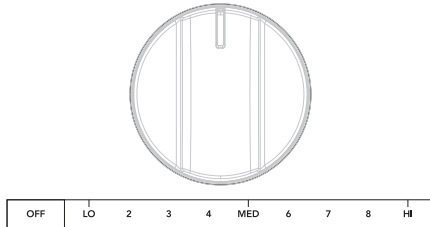

Figure 3 : Brûleur de surface simple du bouton de commande
2. Appuyez sur le bouton de commande de surface et tournez-le dans une direction ou dans l'autre, jusqu'au réglage désiré (Voir Figure 3). Commencez la plupart de vos cuissons par un réglage élevé, puis diminuez la chaleur pour terminer la cuisson. Chaque élément de surface fournit une quantité de chaleur constante à chacun des réglages. Une zone de couleur rouge brillante qui dépasse du bord inférieur de l'ustensile indique que ce dernier est trop petit pour la zone de chauffage utilisée.